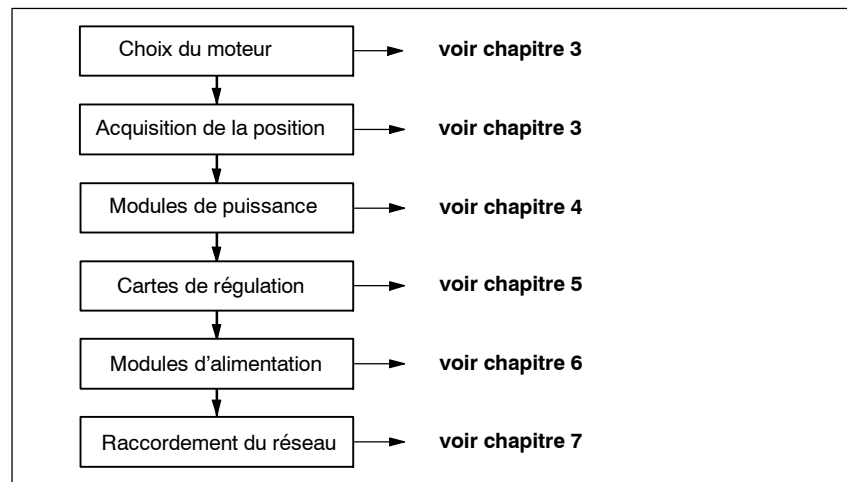

Fig. 1-4 Sélection des composants
- Phase 1 Sélection des composants (voir fig. 1-4)